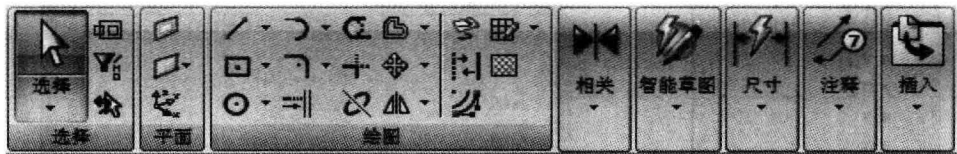

图 1-23 “绘制草图”菜单
(2) “绘制草图”菜单。“绘制草图”菜单如图 1-23 所示, 包括选择、平面、绘图、相关、智能草图、尺寸、注释和插入等命令。